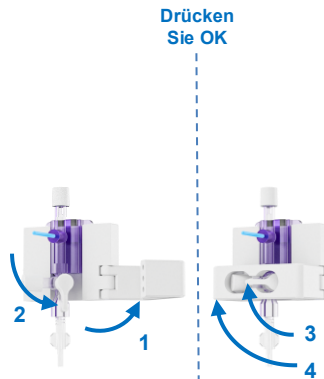

Abbildung 24 Nullstellen des Drucksensors
- Öffnen Sie die Klammer an der Drucksensorhalterung, um auf das Ventil am Drucksensor zuzugreifen (Abbildung 24; Schritt 1). Drehen Sie das Ventil am Drucksensor gemäß den Instruktionen auf dem Display nach unten, um den Sensor zu öffnen und den atmosphärischen Druck zu messen (Schritt 2).
- Drehen Sie das Drucksensorventil zurück in die horizontale Position (siehe Abbildung 24, Schritt 3) und schließen Sie die Klammer der Halterung des Drucksensors, um das Ventil vor unbeabsichtigtem Öffnen zu schützen (Schritt 4). Drücken Sie OK an der Pumpeneinheit, um fortzufahren.
- Falls das Kidney Assist-System nicht feststellen kann, ob der Drucksensor ordnungsgemäß an den Perfusionskreislauf angeschlossen ist, überprüfen Sie, ob sich das Ventil des Drucksensors in der horizontalen Position befindet (Abbildung 24, Schritt 3). Drücken Sie OK, wenn sich das Ventil des Drucksensors in horizontaler Position befindet.